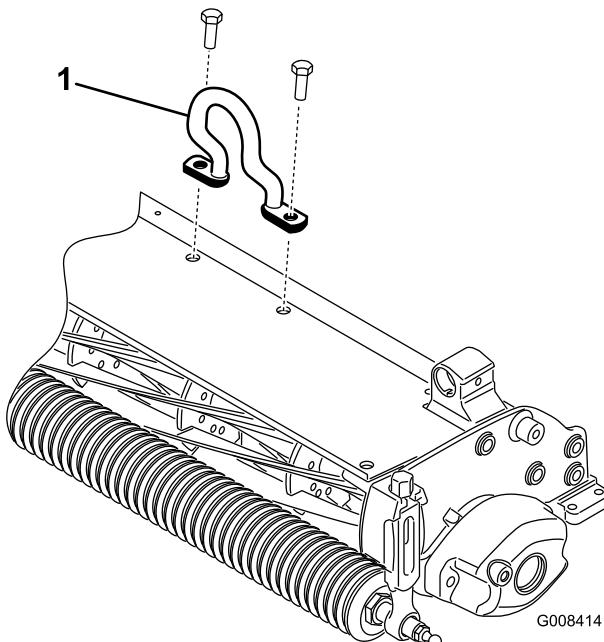

図 12
2. M10-1.5 ボルト (2 本) を使用して、カッティングユニット上部にオフセット・リフト・フック (図 12) を取り付ける。各ボルトを 3.46~4.15 kg.m にトルク締めする。(34-40 Nm). オフセット・リフト・フックは、フックを前に向けて取り付ける。